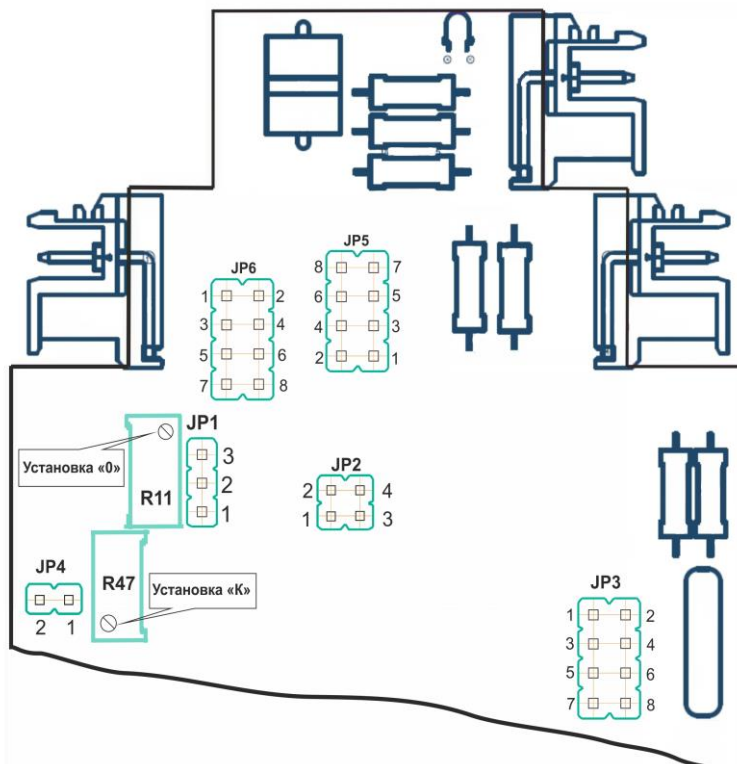

Рисунок 3.1- Розміщення блоків переминок вибору вхідних і вихідних сигналів
3.2.4 Час перетворення для ПНС-102 згідно із заводською установкою дорівнює 6 сек - це максимальний час, необхідний для перетворення значення вхідного сигналу при різкій його зміні (на повний діапазон шкали від 0% до 100% або навпаки). Якщо необхідно скоротити цей час, потрібно змінити положення переминок JP3 (див. рисунок 3.1) відповідно до таблиці 3.2.